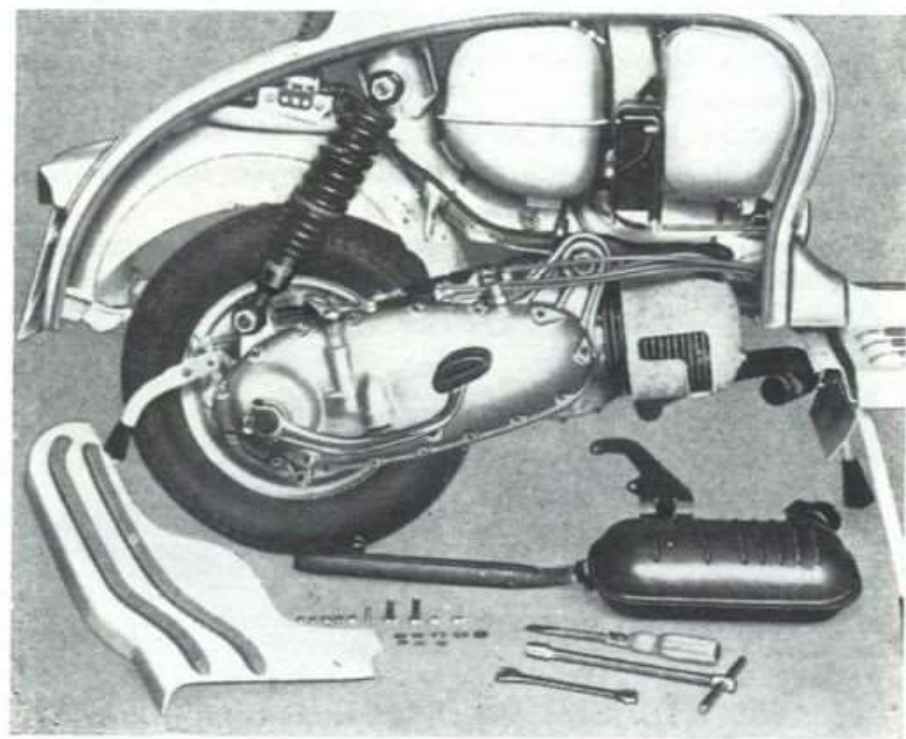

Fig. 1
- 3 Smontare la marmitta: allentare la fascetta del tubo di scarico (chiave da 14) e svitare i 3 dadi del coperchio sul carter (chiave da 10). Vedi fig. 1.